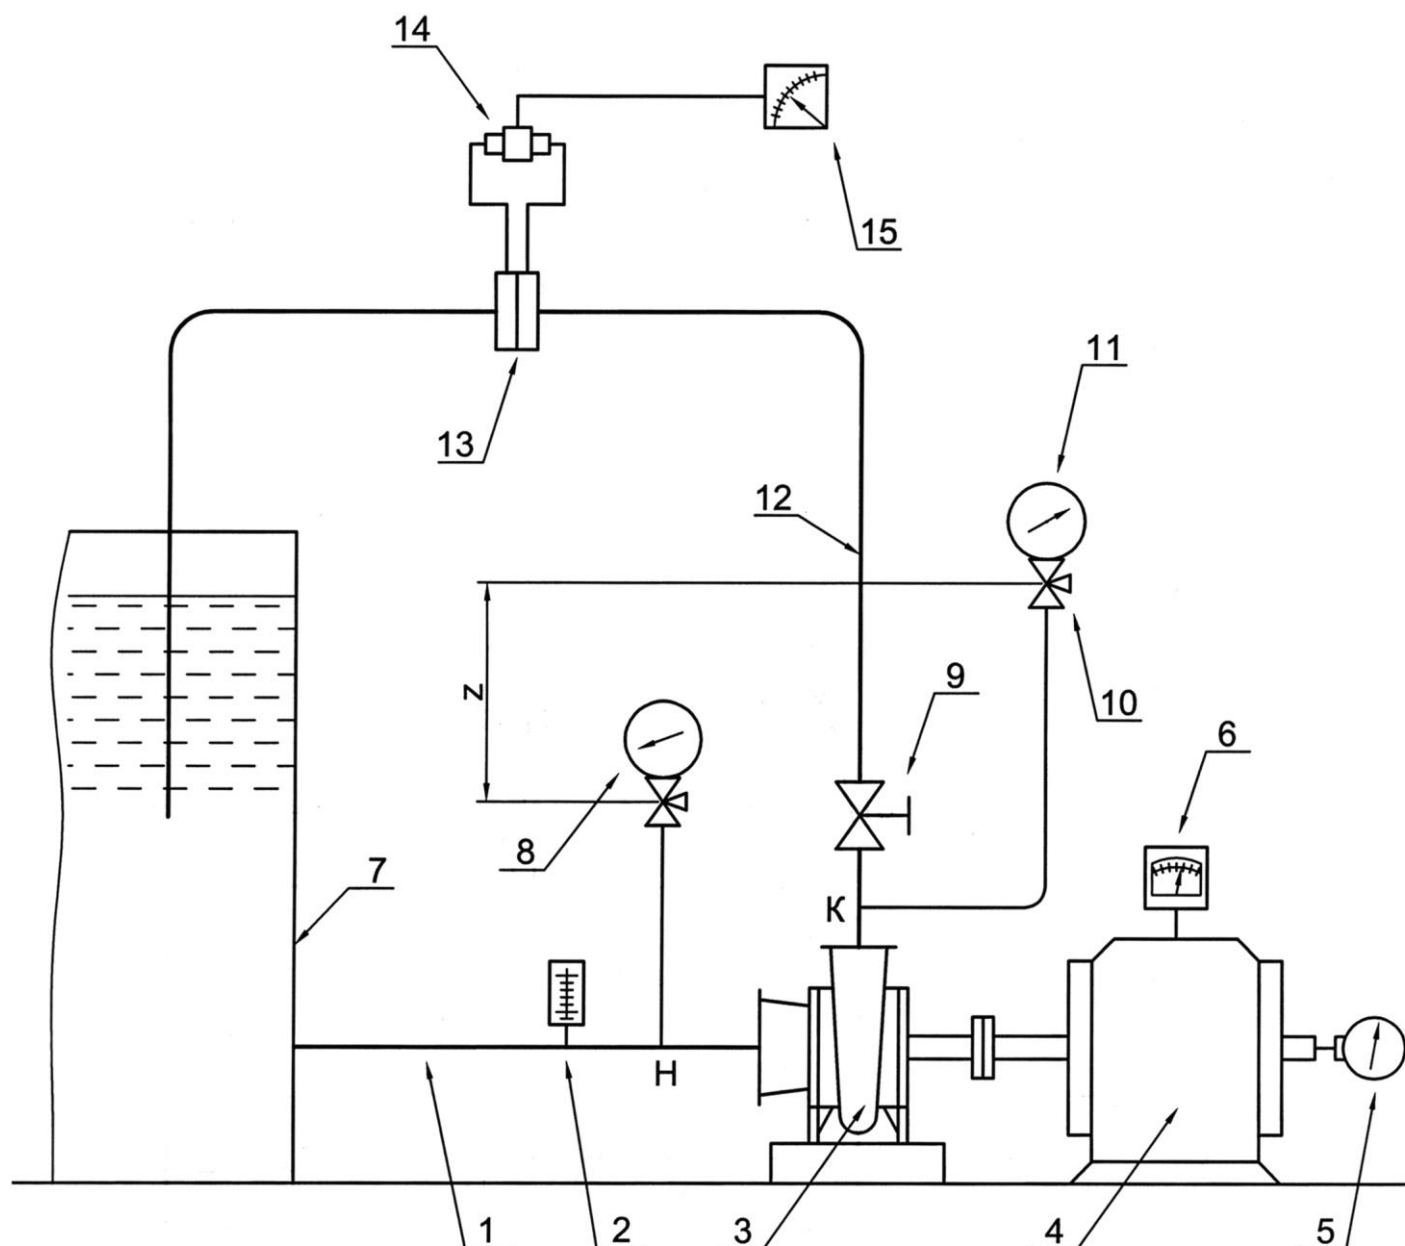

Рис. 2.3. Экспериментальная установка:
**3. Напор насоса** равен разности полных напоров за насосом (сечение “к”, рис.2.3) и перед ним (сечение “н”):
Испытание проводится на установке открытого типа (рис. 2.3).